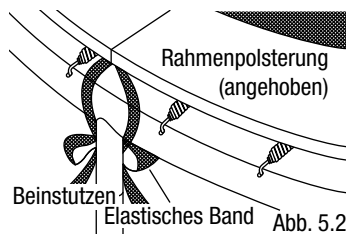

Abb. 5.2
- b) Binden Sie die Zugbänder zunächst hinter den Beinstützen fest. (s. Abb. 5.2)